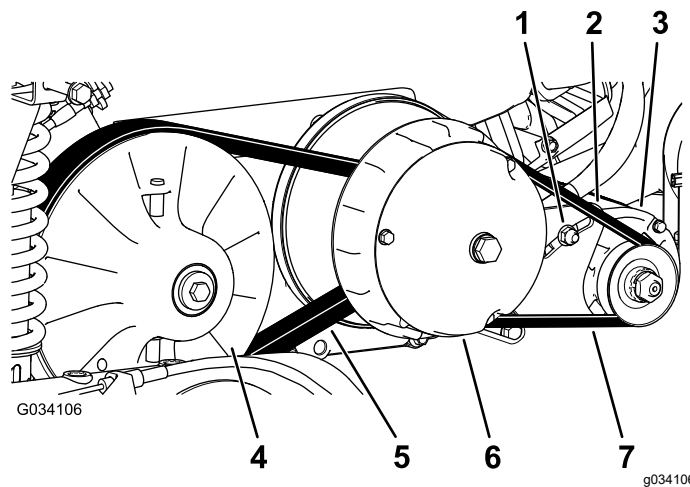

图 66
6. 转动并检查皮带 图 66 是否有过度磨损或损坏的迹象。
3. 转动并将皮带放到副离合器上 图 66。
4. 从副离合器上卸下皮带 图 66。
5. 将新皮带放到主离合器上并对齐 图 66。
6. 转动并将皮带放到副离合器上 图 66。
2. 拧松启动发电机的枢轴螺母 图 66。
4. 向下压撬棍将启动器向下转入槽中直至当施加 44N 的力量时皮带张紧力仅允许 6mm 的皮带下压 图 66。
5. 用手拧紧枢轴螺母并取下撬棍 图 66。